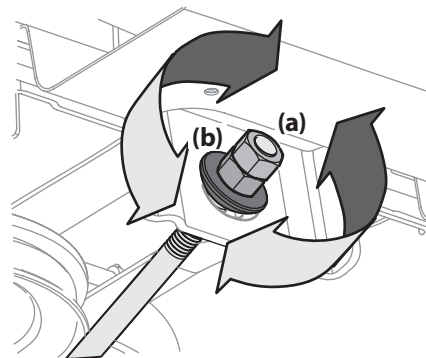

Figura 4-9
5. Para elevar el frente de la plataforma, extraiga la tapa de extremo, afloje la tuerca exterior (a) y apriete (rosca hacia adentro) la tuerca interior (b) contra la ménsula de suspensión delantera. Consulte la Figura 4-9. Una vez alcanzado el ajuste adecuado, vuelva a ajustar la tuerca exterior (a) y vuelva a colocar la tapa de extremo.
6. Para bajar el frente de la plataforma, extraiga la tapa de extremo, afloje la tuerca exterior (a) y afloje (rosca hacia afuera) la tuerca interior (b) alejándola de la ménsula de suspensión delantera. Consulte la Figura 4-9. Una vez alcanzado el ajuste adecuado, vuelva a ajustar la tuerca exterior (a) y vuelva a colocar la tapa de extremo.